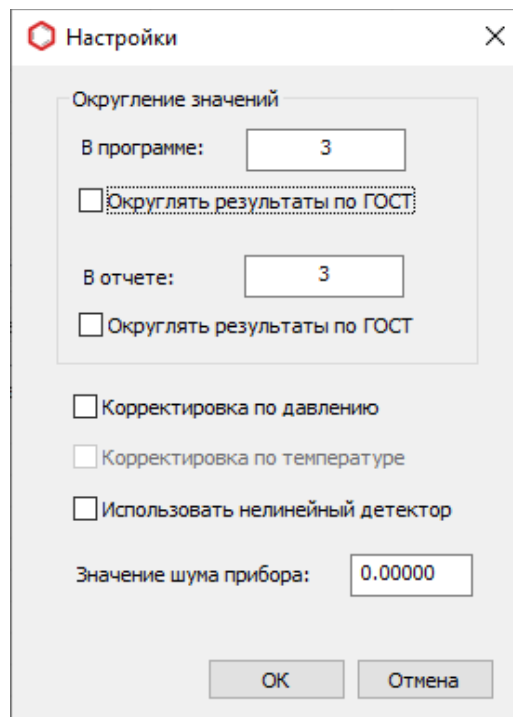

Рис. 8. Окно «Настройки»
1. Нажмите **Настройки**. Откроется окно *Настройки* (Рис. 8).